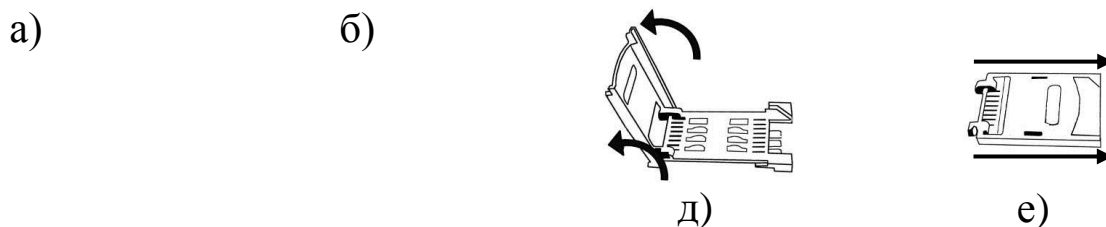

Рис. 10 Встановлення SIM-картки в касовий апарат.
ЕККА підтримує роботу з однією з двох SIM-карт, тримачі яких розташовані в тому ж відсіку, що і АБ (Рис. 10).
1. Відкрутити гвинти і зняти кришку відділення для АБ і SIM-карт (див. Рис. 10а-б).
2. Відсунути тримач SIM-карти і підняти його (див. Рис. 10в).
3. Якщо в SIM-тримачі була вставлена SIM-карта, вийняти її й установити на її місце нову (див. Рис. 10д,е).